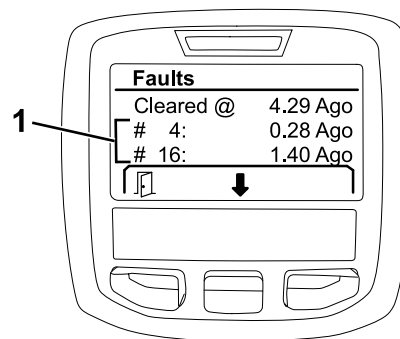

Figura 27
2. Treceți în revistă defectele prezentate pe ecranul Defecte (Figura 27).